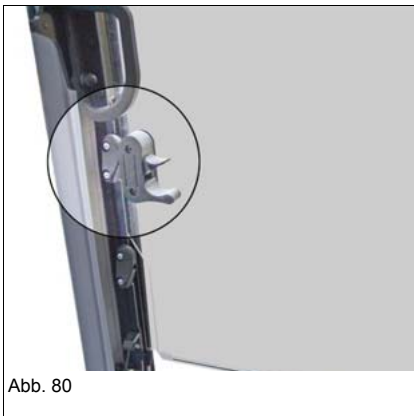

Abb. 80
- ▶ Wenn die gesamte Frontscheibe geöffnet oder geschlossen wird, muss die untere Frontscheibe vollständig geöffnet sein (Abb. 80).